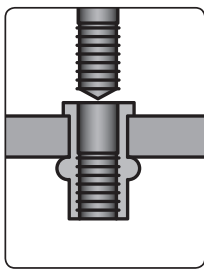

Fig. 7
- 7) Ensuite, changez le sens de rotation vers la gauche, relâchez l'adaptateur du rivet pour perceuse de manière à ce qu'il tourne et démarrez la perceuse pour dévisser l'axe de l'adaptateur de l'écrou de rivet (fig. 7).